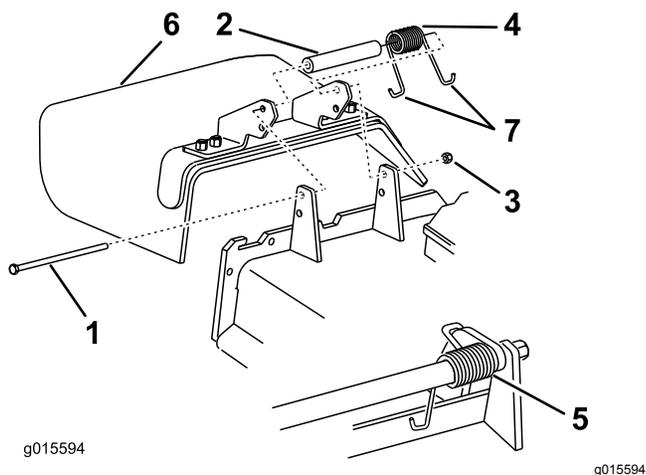

Рисунок 88
1. Снимите контргайку, болт, пружину и проставку, удерживающие отражатель на кронштейнах оси поворота (Рисунок 88).
Примечание: Убедитесь, что один J-образный конец пружины зацеплен за край деки, прежде чем устанавливать болт, как показано на Рисунок 88.
6. Зацепите один J-образный конец пружины за отражатель травы (Рисунок 88).